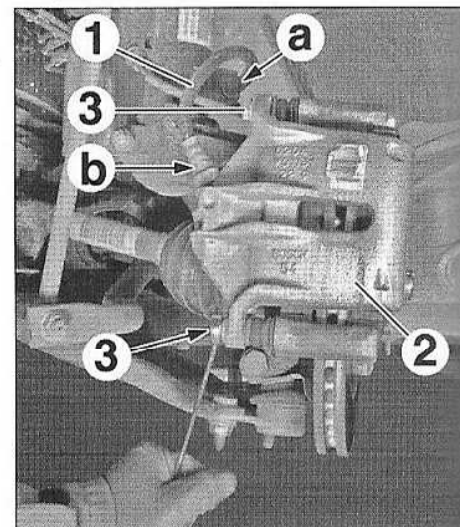

FIG.4
- Défaire le flexible de liquide de frein (1) de l'élément de suspension en (a) (Fig.4).
- Débloquer le flexible de liquide de frein (1) de l'étrier (2) en (b).
- Déposer les vis (3).